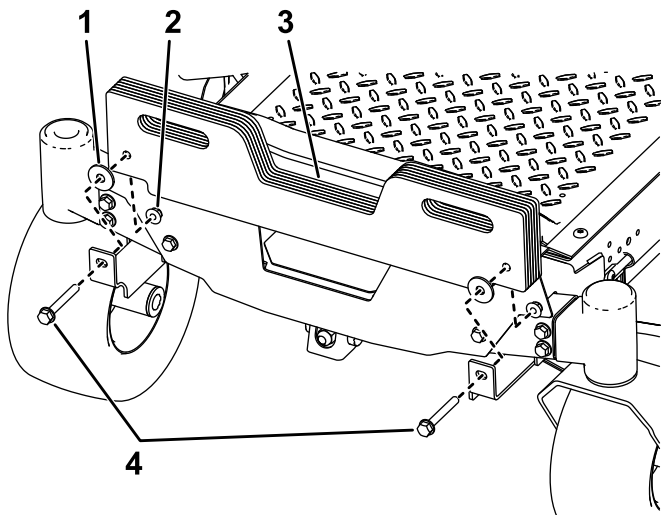

Figura 5
2. Montirajte tegove oblika kofera na montažne nosače tegova pomoću 2 zavrtnja ($\frac{5}{8} \times 2\frac{3}{4}''$), 2 podložke i 2 kontranavrtke ($\frac{3}{8}''$) kao što je prikazano na Figura 5.